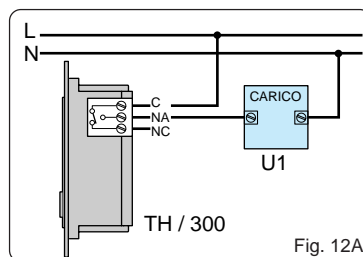
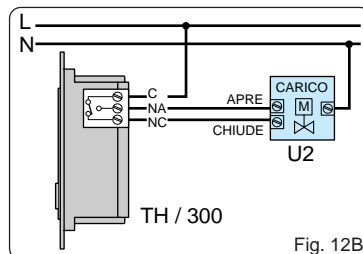

Fig. 12A
Fig. 12B
- Effettuare i collegamenti elettrici alla morsettiera del telaio come indicato negli schemi di fig. 12A oppure 12B.
I collegamenti vanno effettuati in funzione del tipo di apparecchiatura comandata dal termostato; seguire quindi lo schema di fig. 12A oppure di fig. 12B.